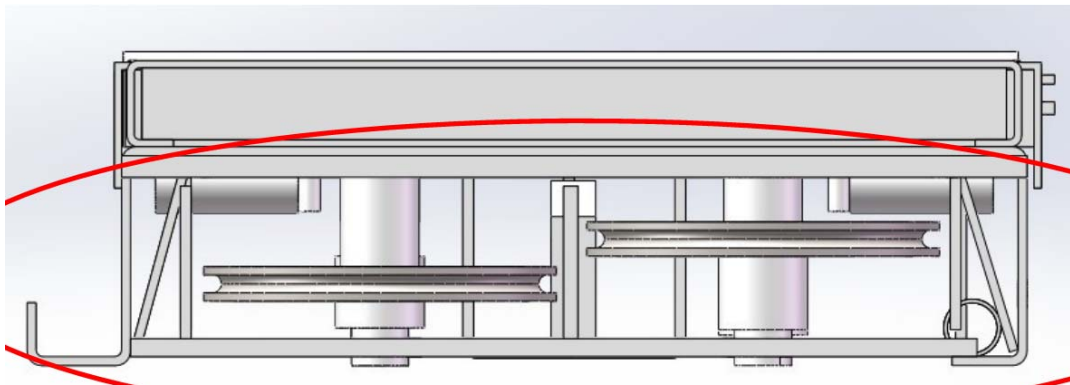

Рис. 7.2
3. Вы должны заново установить шкивы и штифты в том порядке, в каком они были сняты (см. рис. 7.2 и 7.3).